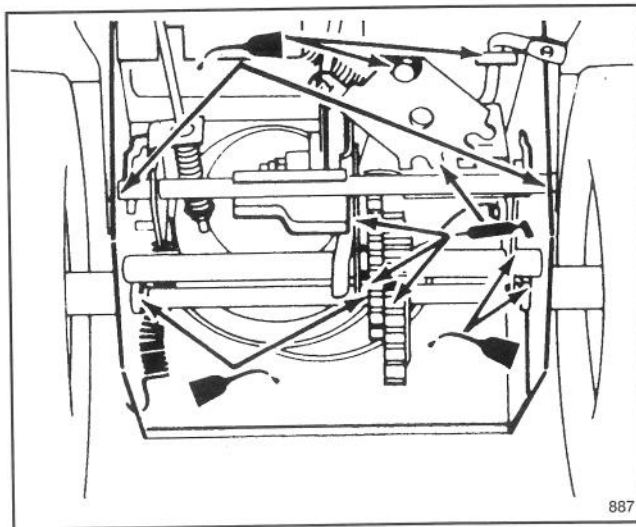

Figure 21
4. Lubrifiez légèrement la déneigeuse avec de l'huile et de la graisse légères comme illustré à la Figure 21. Essuyez tout excès d'huile ou de graisse.